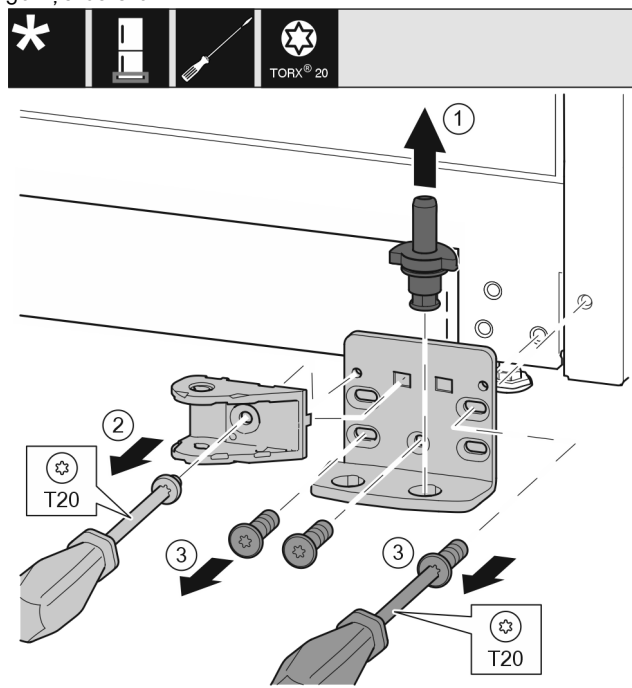

Fig. 45 *
- ▶ Pilnīgi izvelciet ārā uz augšu gultņa tapu Fig. 45 (1)*.
- ▶ Ar skrūvgriezi izskrūvējiet skrūvi Fig. 45 (2) un noņemiet durvju amortizatora savienojumu.*
- ▶ Ar skrūvgriezi izskrūvējiet skrūves Fig. 45 (3) un noņemiet gultņa balstu.*